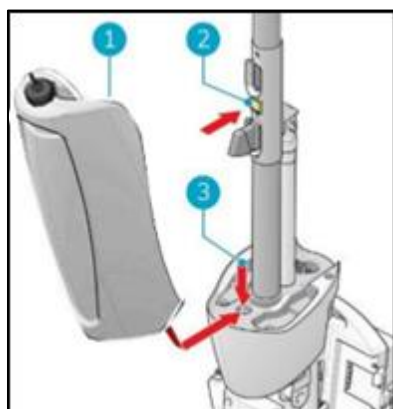

figura 35.
14. Coloque o fundo do depósito de recuperação (Figura 35, pos 1 e pos 3) na parte da frente da i-mop® XL
15. Empurre a parte superior do reservatório para o seu lugar até ouvir um som de "clique"; o íman (Figura 35, pos. 2) bloqueará o reservatório de recuperação no seu lugar.